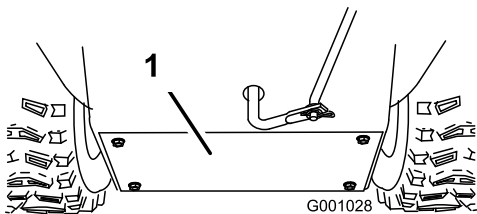

Bild 35
3. Entfernen Sie die hintere Abdeckung (Bild 35).